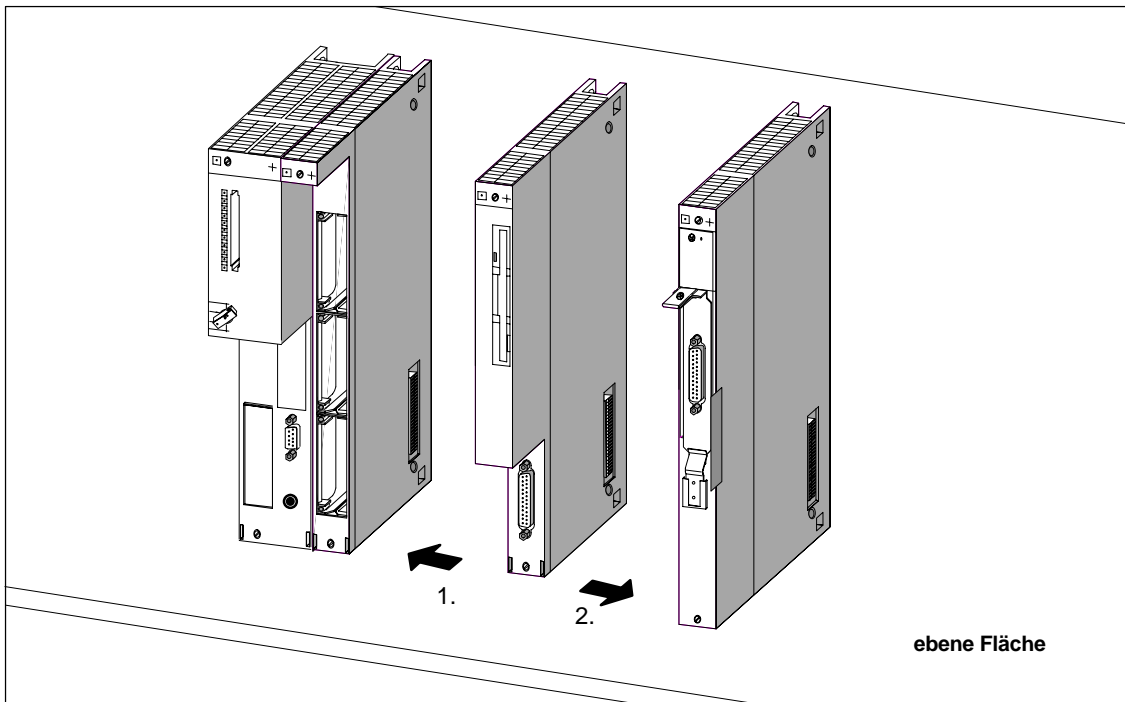

Bild 8-27 Auseinanderziehen der Baugruppen, wenn z. B. die Massenspeicherbaugruppe getauscht werden soll
11. Ziehen Sie die benachbarten Baugruppen vorsichtig von der zu tauschenden Baugruppe. Halten Sie dazu die zu trennenden Baugruppen oberhalb der Busstecker fest und ziehen Sie diese dann an den Seitenwänden der Baugruppen auseinander, so dass die ISA-Bus-Verbindung gelöst wird (Bild 8-27).